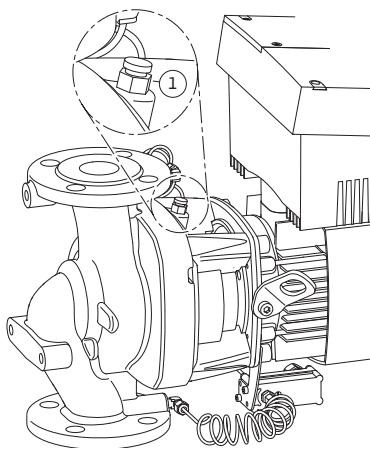

Fig. 49: Entlüftungsventil
6. Pumpe durch Öffnen des Entlüftungsventils (Fig. 49, Pos. 1) drucklos machen.